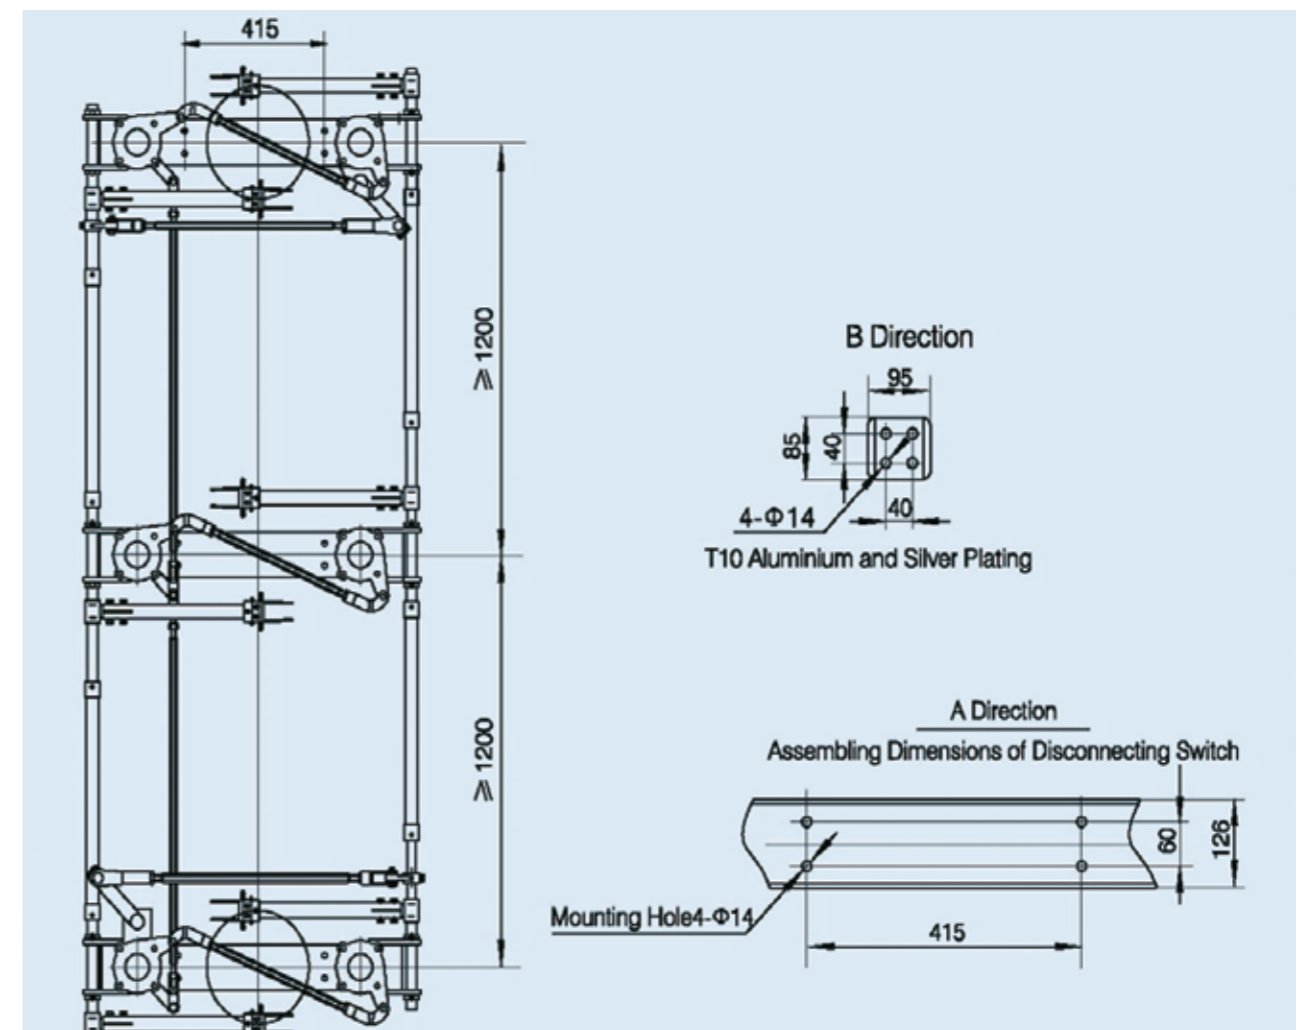

Рис. 6.1 Разъединитель типа W4-40.5
6.1 Разъединитель типа W4-40.05 (см. рис. 6.1, 6.2):